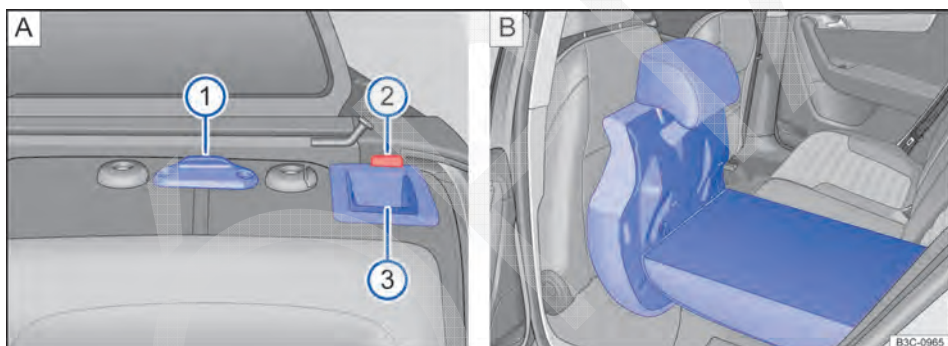

Fig. 64 Rebater o banco traseiro para frente.
- Puxar o botão de destravamento ⇒ Fig. 64 A ③ para frente ou destravar o encosto do banco com o botão de destravamento à distância ⇒ Página 156. O encosto só pode ser dobrado, depois que a marcação vermelha na teca ⇒ Fig. 64 A ② for visível.
- Empurrar o encosto para frente somente até que o ponto de apoio ⇒ Fig. 64 A ① encoste no suporte do assento do banco.
- Dobrar o encosto para trás e encaixá-lo no travamento. A marcação vermelha na tecla ⇒ Fig. 64 A ② não pode mais ser visível.
- Colocar o assento na posição original. Todos os engates do cinto precisam ser acessíveis ⇒ ①.
- Uma marcação vermelha no botão ⇒ Fig. 64 A ② sinaliza um encosto não travado; na posição travada, a marcação vermelha não pode estar visível.